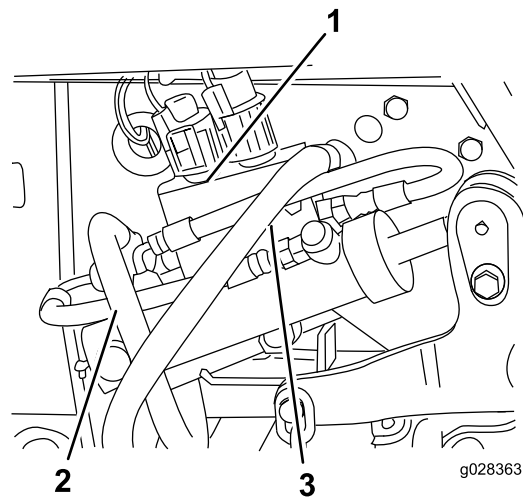

Figura 100
16. Scollegate il flessibile del serbatoio dalla valvola di regolazione (Figura 100).
19. Scollegate il flessibile della pressione dalla valvola di regolazione (Figura 100).